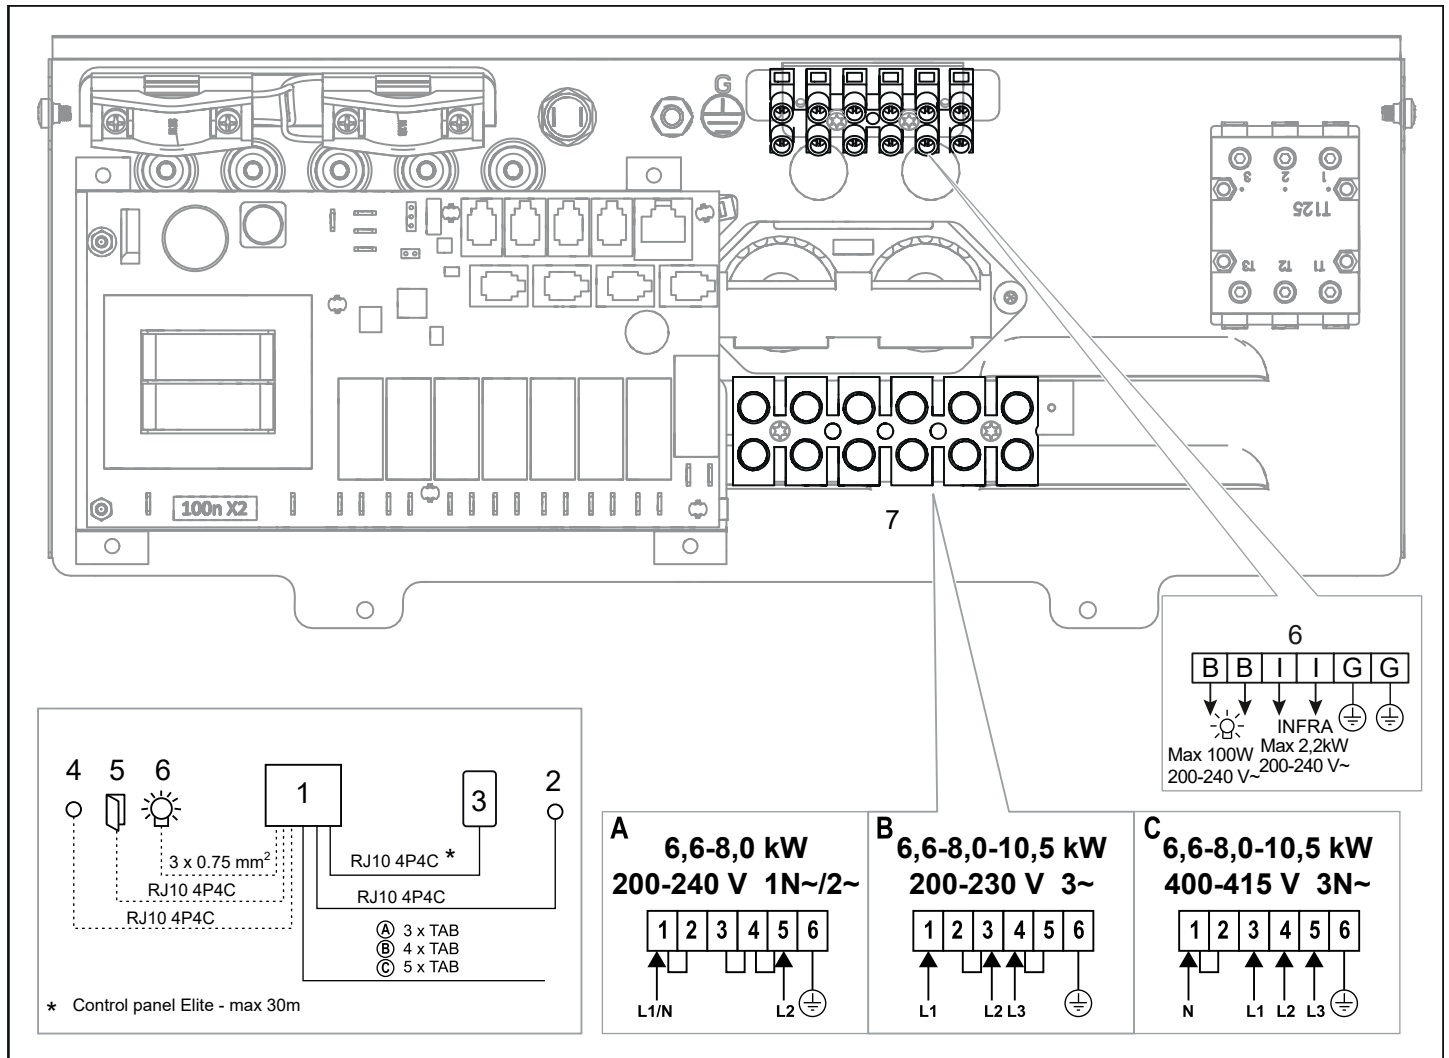

Рисунок 17: Схема соединений
3. Подключите электрический кабель (см. Рисунок 9) согласно схеме соединений (см. Рисунок 17).
6. Подключите кабель освещения (если таковой имеется), см. Рисунок 9, согласно схеме соединений, Рисунок 17.